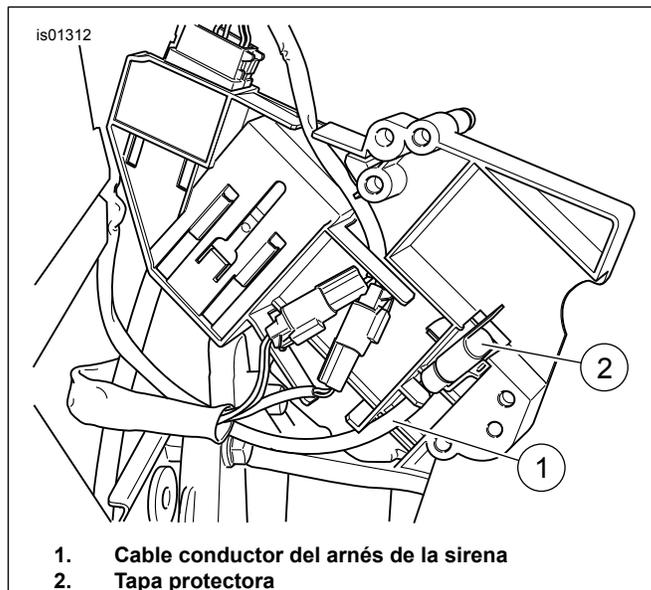

Figura 11. Arnés de cables de la sirena (FL Touring 2002 a 2007)
- Vea Figura 11. Extraiga el cable conductor del arnés de la sirena (1) de la parte trasera de la pieza de soporte eléctrica y saque la tapa protectora (2) del conector de la sirena de seguridad [142B].